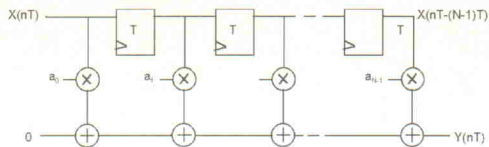

Bild 3:
In den meisten Fällen kann man davon ausgehen, daß die Reihe konvergent ist und die Koeffizienten durch eine sinnvolle Approximation numerisch ermittelt werden können. Die Summenreihe (7) läßt sich schaltungstechnisch durch eine systolische Kette aus Multiplizierern, Addieren und Verzögerungsgliedern abbilden (Bild 3), die wiederum in VHDL relativ einfach beschrieben werden kann.